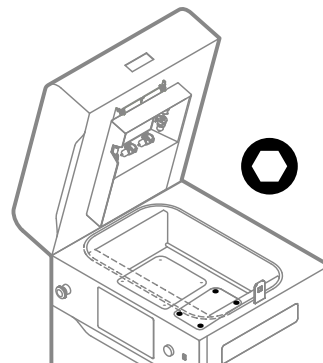

Abb. 12.29 Ziehe die vier Schrauben an, mit denen die Print Bed-Abdeckung befestigt ist.
24. Ziehe die vier Schrauben, mit denen die Print Bed-Abdeckung befestigt ist, mit einem 2,5-mm-Inbusschlüssel an (Abb. 12.29).